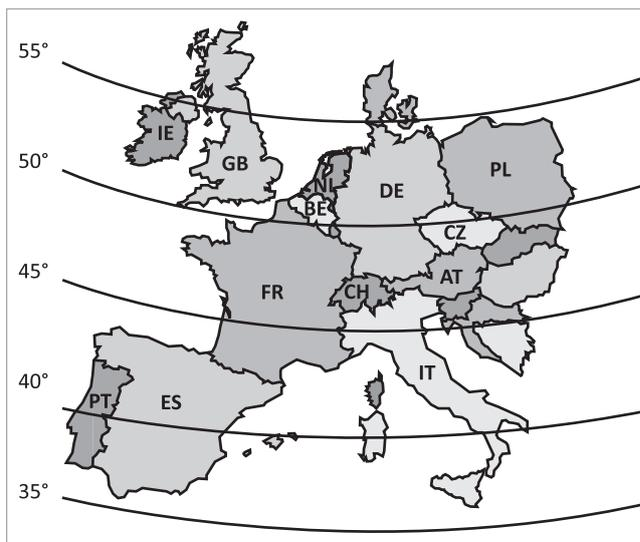

Fig. 7: gradi di latitudine in Europa
- Dalla  $\rightarrow$  Fig. 7 si può rilevare il grado di latitudine del luogo di installazione.